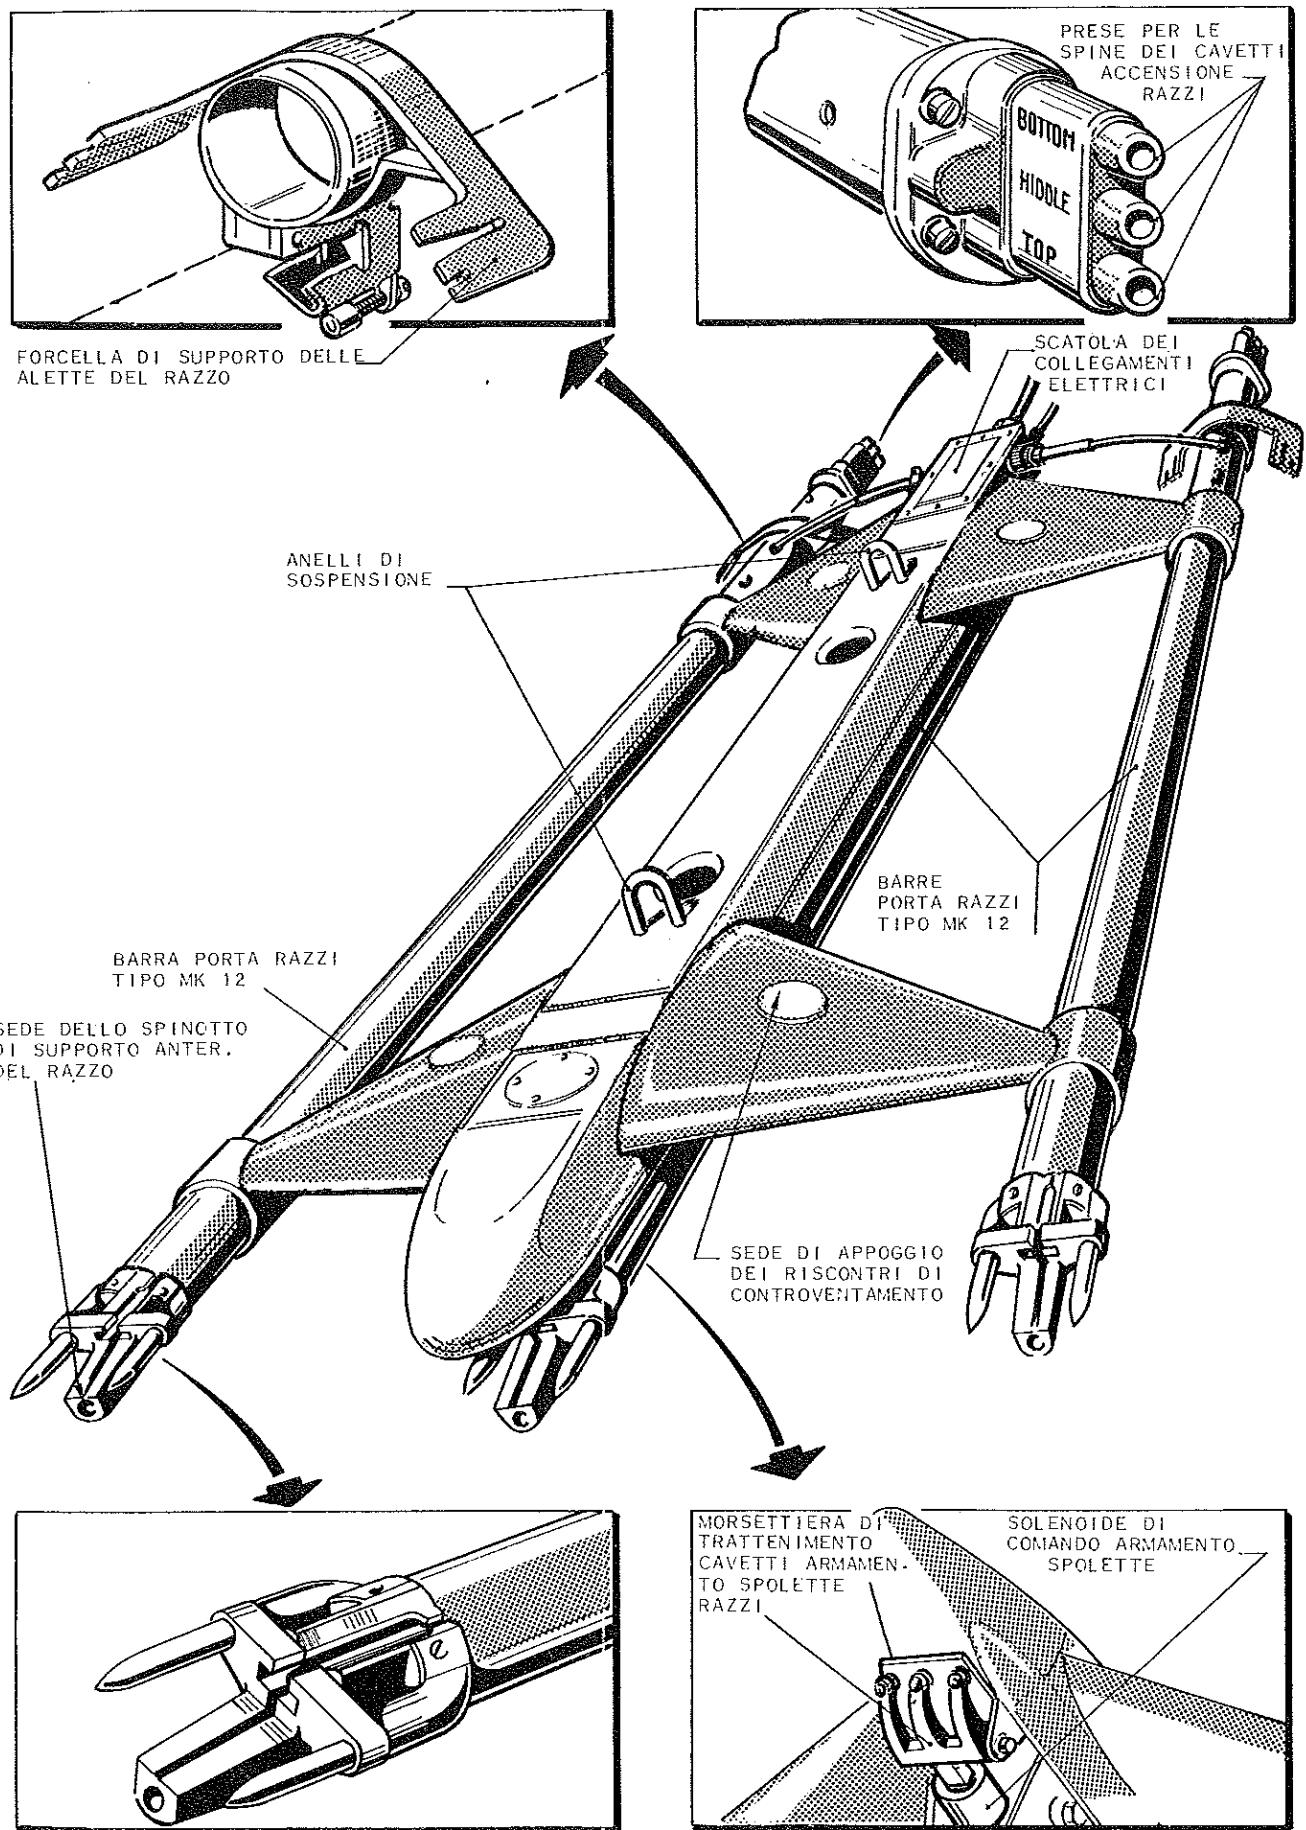

FIG. 3-3 - RAZZIERA
- 5) Se sui razzi sono installate le spolette di ogiva, collegare i cavetti di armamento delle spolette all'apposita morsettiera della razziera (fig. 3-3).
- 2) Se sui razzi sono installate le spolette di ogiva scollegare i cavetti di armamento delle spolette dall'apposita morsettiera posta nella razziera (fig. 3-3).